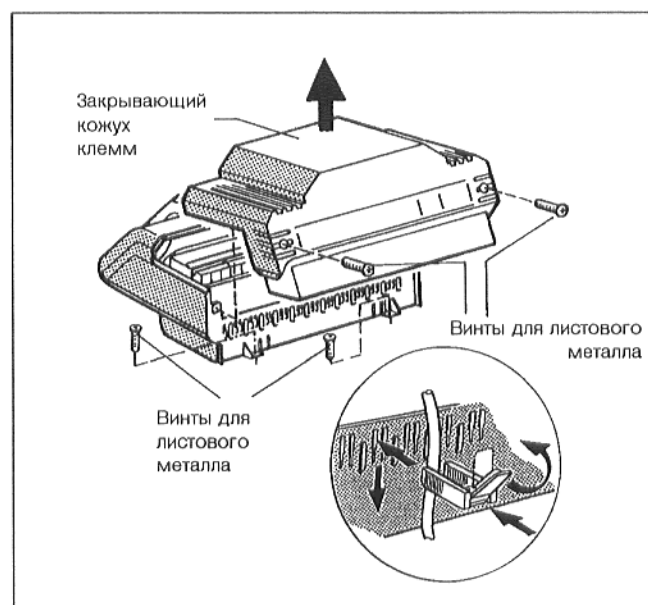

Рис. 20
- Вывернуть оба винта из закрывающего кожуха клемм и снять кожух (Рис. 20).
- Привинтить цоколь устройства регулирования внутри справа и слева в кабельном проходе с помощью 2 винтов к переднему кожуху котла (Рис. 20).
- Все линии необходимо закрепить посредством кабельных зажимов: Вставить кабельный зажим с вложенной в него линией сверху в прорезь рамы зажима; плечо рычага при этом должно быть направлено вверх. Подать вниз кабельный зажим и сжать его. Повернуть рычаг вверх (Рис. 20).
- Надеть закрывающий кожух клемм и привинтить посредством 2 винтов (Рис. 20).